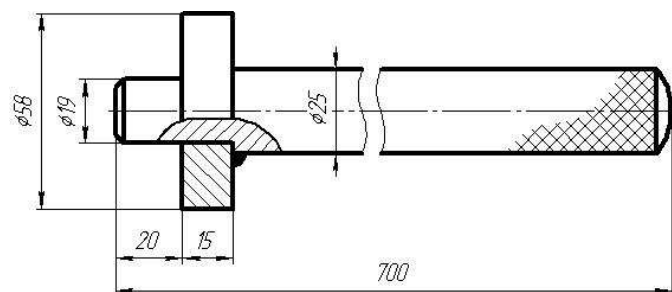
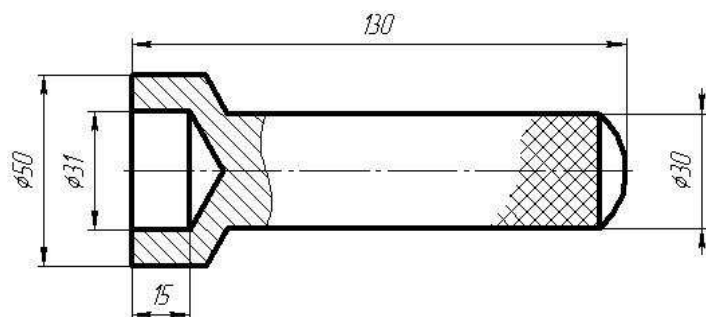
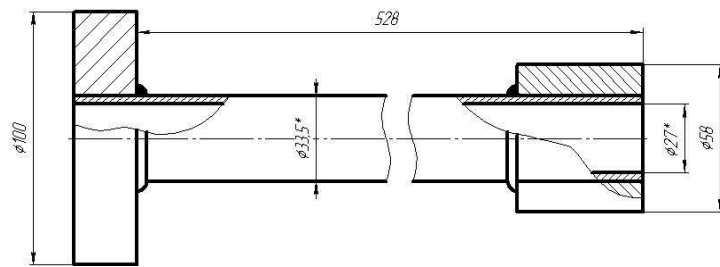
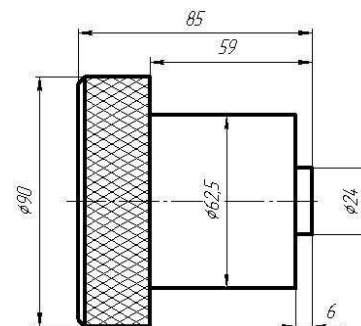

Рис. 146. Оправка для выпрессовки и запрессовки подушки со средним подшипником в сборе
Рис. 147. Оправка для напрессовки подшипника на зубчатый хвостовик
Рис. 149. Подставка для запрессовки среднего подшипника с подушкой в сборе
Рис. 150. Оправка для запрессовки приводного вала в средний подшипник и зубчатого хвостовика с подшипником в сборе в кожу
- установите кожух на плиту вторым фланцем и с помощью оправки (рис. 146) выпрессуйте резиновую подушку с подшипником в сборе и второй зубчатый хвостовик с подшипником с посадочных мест кожуха. Извлеките хвостовик и средний подшипник с подушкой;
1 — подставка (рис. 149); 2 — средний подшипник с подушкой в сборе; 3 — кожух приводного вала; 4 — оправка (рис. 146); 5 — вал приводной; 6 — хвостовик зубчатый с подшипником в сборе; 7 — оправка (рис. 150); 8 — оправка (рис. 147)
- напрессуйте на зубчатые хвостовики до упора крайние подшипники с помощью оправки (рис. 147) и при помощи щипцов наденьте стопорные кольца. Подшипники должны вращаться без заеданий;